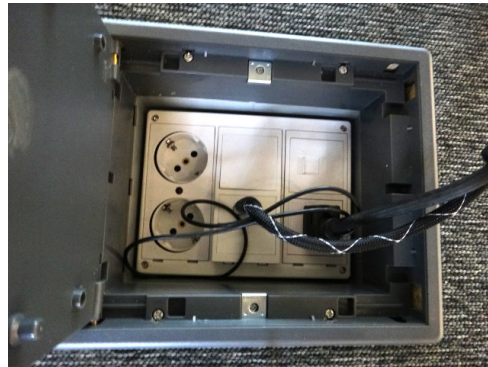

Figura 3: Caja AV existente
- Caja de suelo **caja AV**, creemos que Simón CIMA o similar, ya instalada, con un conector VGA + jack audio 3.5mm y otro HDMI, todos hembras, conectados a la pantalla de la sala. El resto de conectores y elementos no están conectados y se pueden sustituir o reutilizar. Ver figura 3 en página 5.